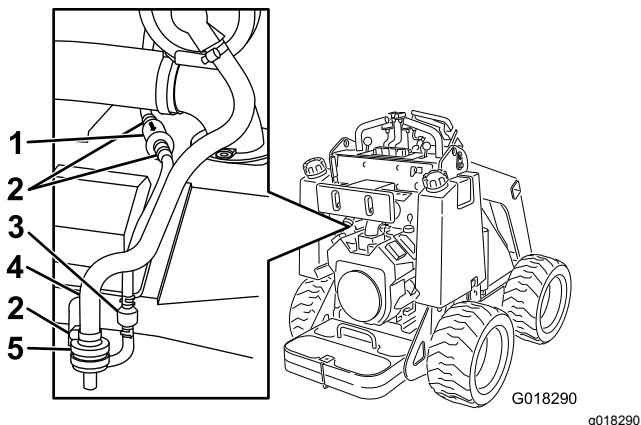

Bild 21
3. Lösen Sie die Schlauchklemme über dem Aktivkohle-Luftfilter (Bild 21).
4. Entfernen und entsorgen Sie Luffilter (Bild 21).
5. Installieren Sie einen neuen Filter im Schlauch und sichern Sie ihn mit einer Schlauchklemme (Bild 21).
3. Schieben Sie die gefederten Schlauchklemmen an beiden Seiten des Aktivkohlefilters der Entleerungsleitung vom Filter weg (Bild 21).
4. Entfernen und entsorgen Sie den Entleerungsleitungsfilter (Bild 21).
5. Setzen Sie einen neuen Filter in den Schlauch ein; der Pfeil am Filter sollte zum Sperrventil zeigen; befestigen Sie ihn mit den Schlauchklemmen (Bild 21).